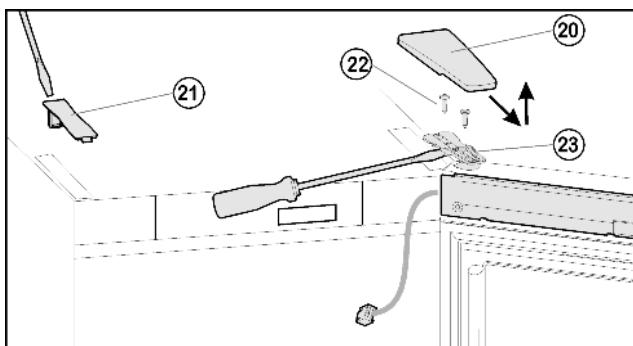

Fig. 10
- Крышку Fig. 10 (20) снимите движением вперед и вверх
- Снимите крышку Fig. 10 (21).
- Полностью выверните винты Fig. 10 (22).
- Снимите дверцу вместе с опорным кронштейном Fig. 10 (23) и кабелем вверх. Для снятия, возможно, понадобится осторожно подцепить опорный кронштейн снизу шлицевой отверткой.